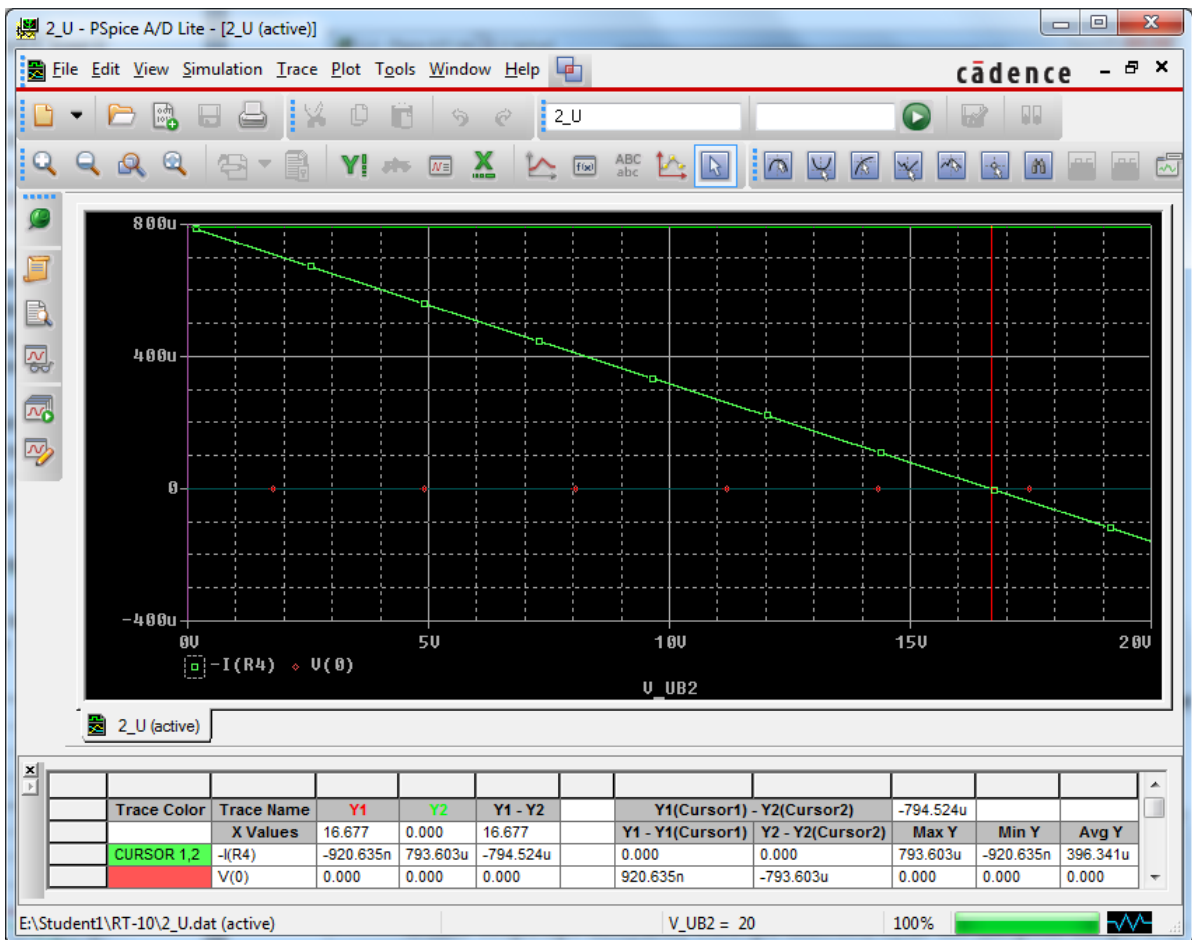

Рисунок 6.24 – Діаграма струму з активованим курсором *Probe*
35. Активуйте курсор *Probe* (рис. 6.24) і визначте напругу, що обертає струм $I4$ в нуль, як можна точніше.